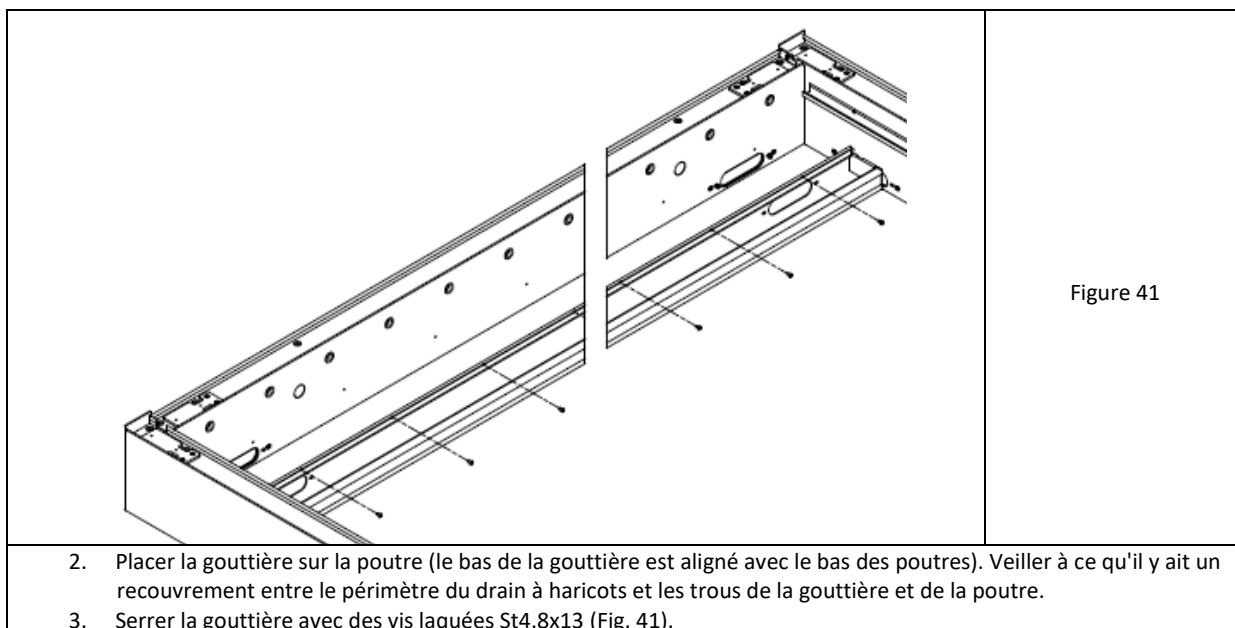

Figure 41
3. Serrer la gouttière avec des vis laquées St4.8x13 (Fig. 41).